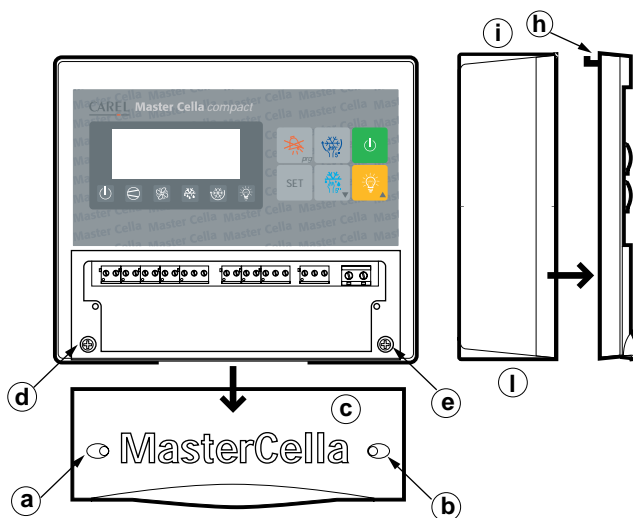

Fig. 1.2.1
Con riferimento alla Fig. 1.2.1 e relativi particolari:
2. svitare le due viti frontali (partt. **a**, **b** di Fig. 1.2.1) ed estrarre la portina centrale (part. **c**);
1. svitare le due viti frontali (partt. **a**, **b** di Fig. 1.2.1) ed estrarre la portina centrale (part. **c**).